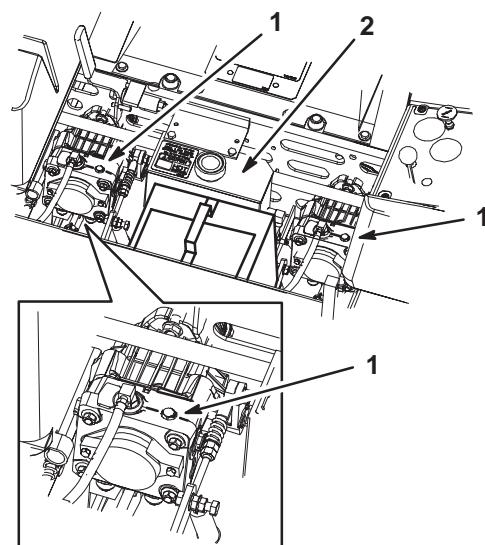

Figure 28
- Tournez les vannes de dérivation d'un tour dans le sens anti-horaire pour pousser la machine. Cela permet au liquide hydraulique de contourner la pompe et aux roues de tourner (Fig. 28).
Tournez les vannes de dérivation d'un tour dans le sens horaire pour conduire la machine (Fig. 28).